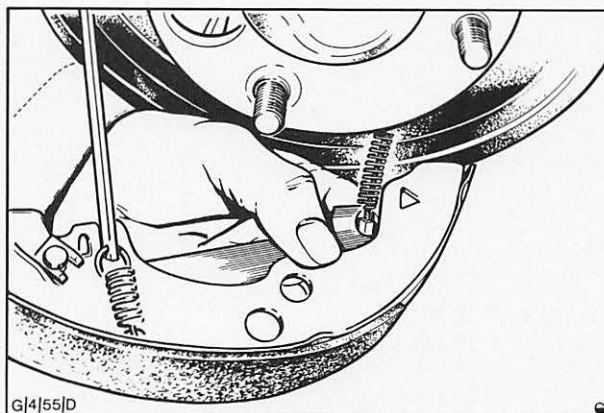

Abb. 37 Handbremsseilzug aus dem Schwinghebel aushängen
6. Hintere Bremsbacke nach unten vom Bremsträger wegschwenken und Handbremsseilzug aus dem Schwinghebel an der hinteren Backe aushängen, Abb. 37.